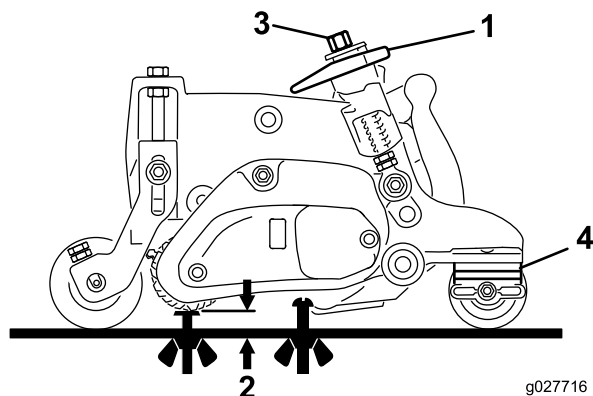

图30
1. 确保将疏草刀设置为所需的疏草高度（HOG）（图30）。